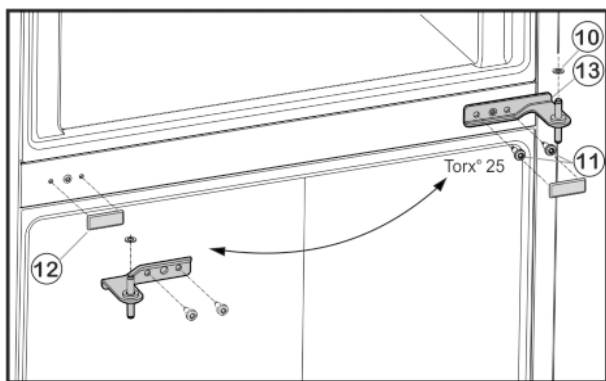

Fig. 6
- ▶ Desserrer les vis de fixation Fig. 6 (11) (2 fois Torx® 25) et retirer le support de palier du milieu de la porte inférieure.
- ▶ Retirer la rondelle en plastique Fig. 6 (10).
- Retirer le cache Fig. 6 (12) avec précaution.
- Replacer le cache Fig. 6 (12) du côté opposé.
- Remettre en place le support de palier du milieu Fig. 6 (13) à 180° dans la porte inférieure et la visser solidement à l'aide des vis de fixation Fig. 6 (11) (2 fois Torx® 25) sur le nouveau côté de la charnière (**avec 4 Nm**).
- Remettre en place la rondelle de plastique Fig. 6 (10).
- Mettre en place la porte supérieure sur le support de palier Fig. 6 (13).